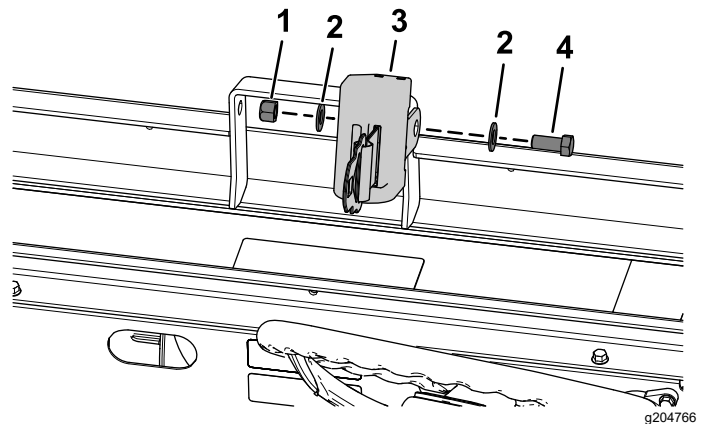

Figure 28
- Fixez une ceinture de sécurité à l'aide d'un boulon à tête hexagonale (7/16" x 1"), de 2 rondelles plates (7/16") et d'un contre-écrou (7/16"), comme montré à la Figure 28.